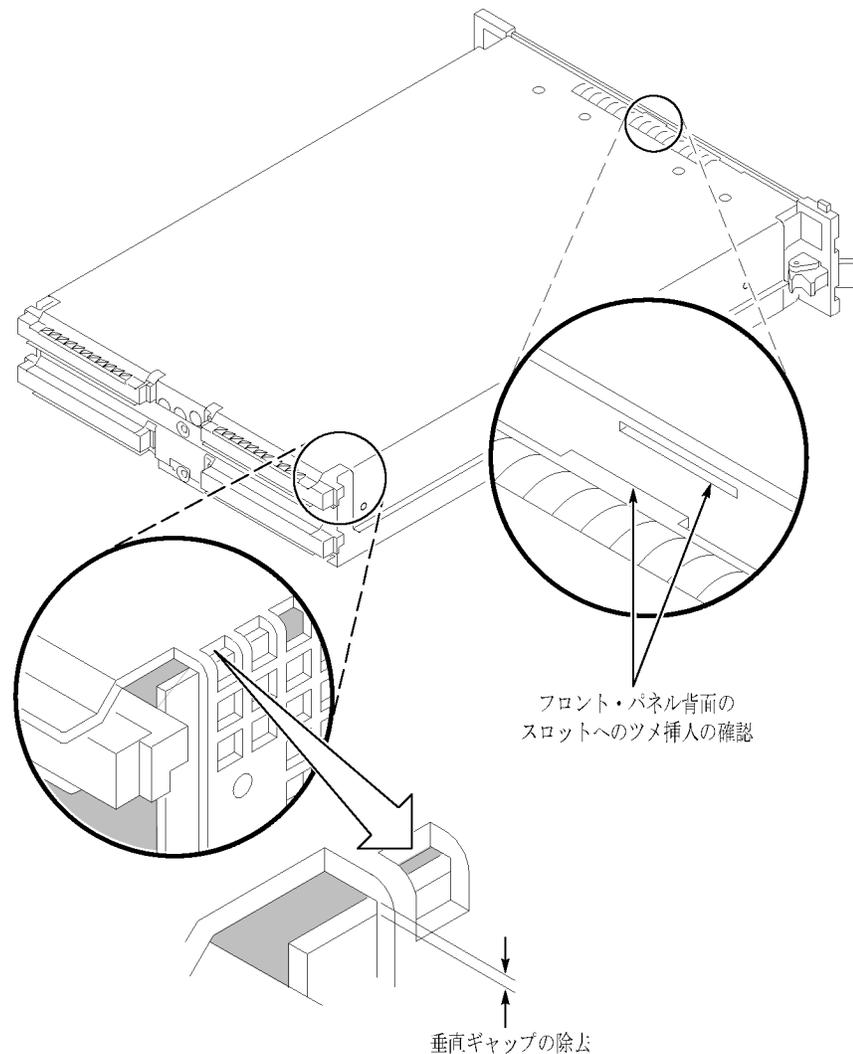

図 54: カバーをシャーシに取り付ける
6. カバーの前面の端のタブがフロント・サブパネルの後部に挿入されるように、カバーを前に押し込みます。カバーが完全に固定され、前後のシャーシのフランジに隙間がないことを確認します。(71 ページの 図 54 参照)。